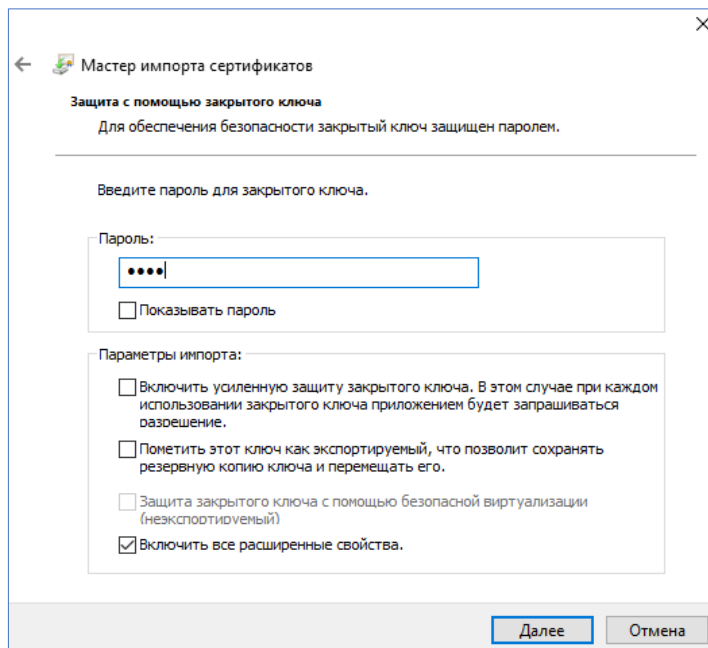

Рисунок 5 – Защита с помощью закрытого ключа
- для обеспечения безопасности, на одном из этапов, введите следующий пароль: **1234** (Рисунок 5);